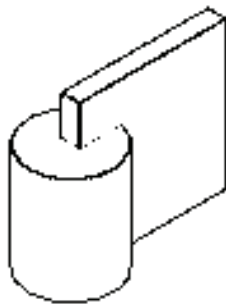
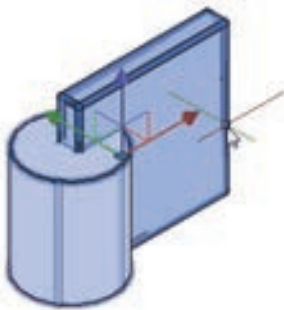

图 9-71 消隐效果
图 9-72 单击实体
3) 在“视图”菜单中选择“视觉样式”→“消隐”命令，或者打开功能区“常用”选项卡的“视图”面板，从“视觉样式”下拉列表框中选择“隐藏”选项，实体消隐的模型效果如图 9-71 所示。此时单击实体模型，会发现之前两个单独的实体变成一个单独的实体，如图 9-72 所示。